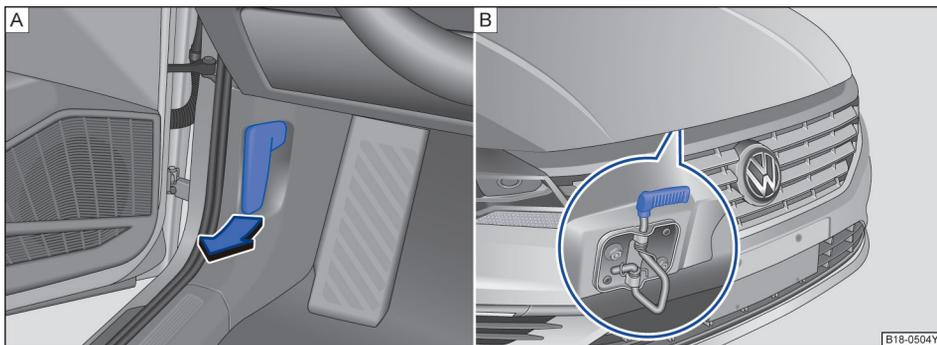

图 132 A 驾驶员侧脚部空间：发动机舱盖解锁手柄 B 散热器格栅上方用于打开发动机舱盖的拉杆
- 在车内沿图示箭头方向拉动发动机舱盖解锁手柄⇒图 132(A)，舱盖会在弹簧机构的作用下稍许弹开。
- 向上提起发动机舱盖前部中央的开启拉杆，抬起发动机舱盖并将其打开⇒图 132(B)⇒▲